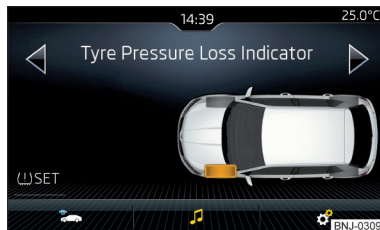

Fig. 230
- Toccare il tasto funzione  SET » fig. 230.
Se la spia di controllo  nella strumentazione combinata è accesa, in Infotainment è possibile visualizzare il pneumatico interessato » fig. 230.